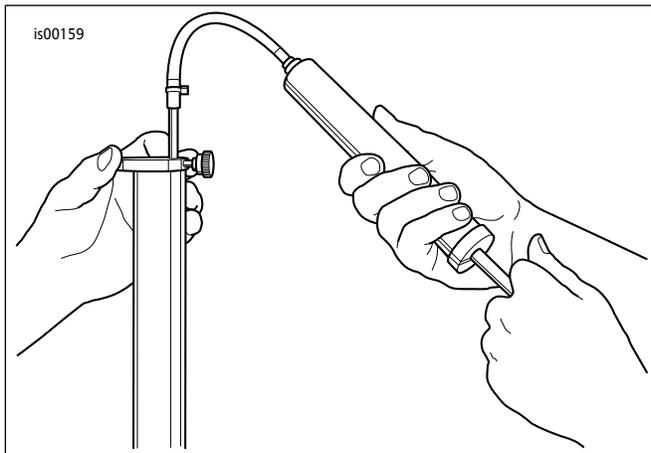

图5。清除多余的叉机油（HD-59000B）
- a. 参见图5。取出Front Fork Oil Level Gauge( 前叉油位量表 )( HD-59000B )。